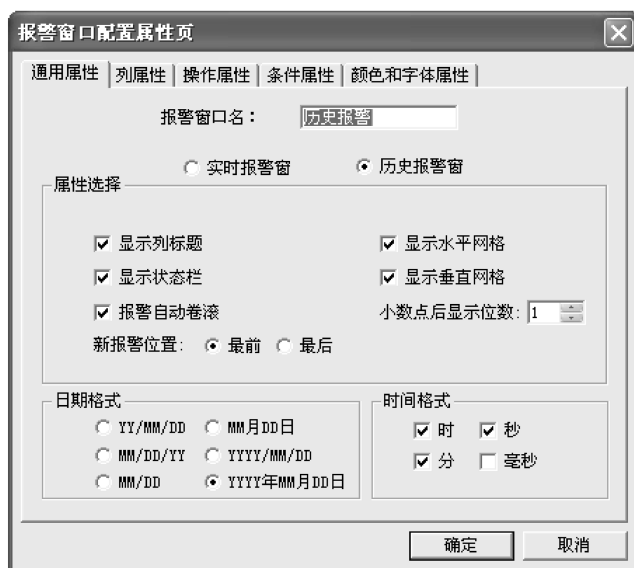

图 7-5 报警窗口配置属性页
- 4) 双击“报警窗口”对象,弹出报警窗口配置属性页,如图7-5所示。